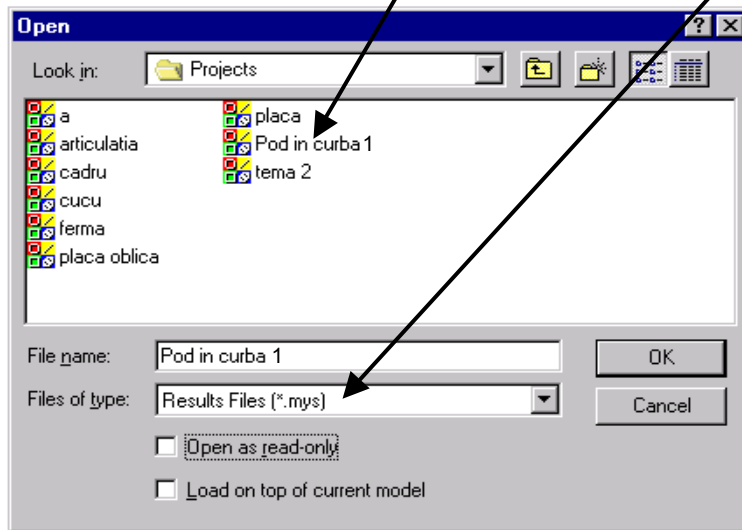

Fig. 32
- în caseta de dialog care va fi afișată (fig. 32) se selectează opțiunea **Results File (*.mys)** pentru a avea acces la fișierul de rezultate